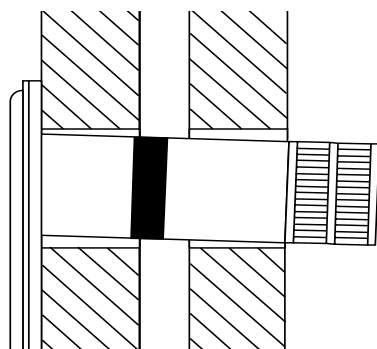

Рис. 6 (вид сбоку). Угол наклона показан преувеличенно.
4. Конец дымохода должен лежать горизонтально или немного клониться вниз, чтобы не вода при дожде не затекала внутрь (рис.6).